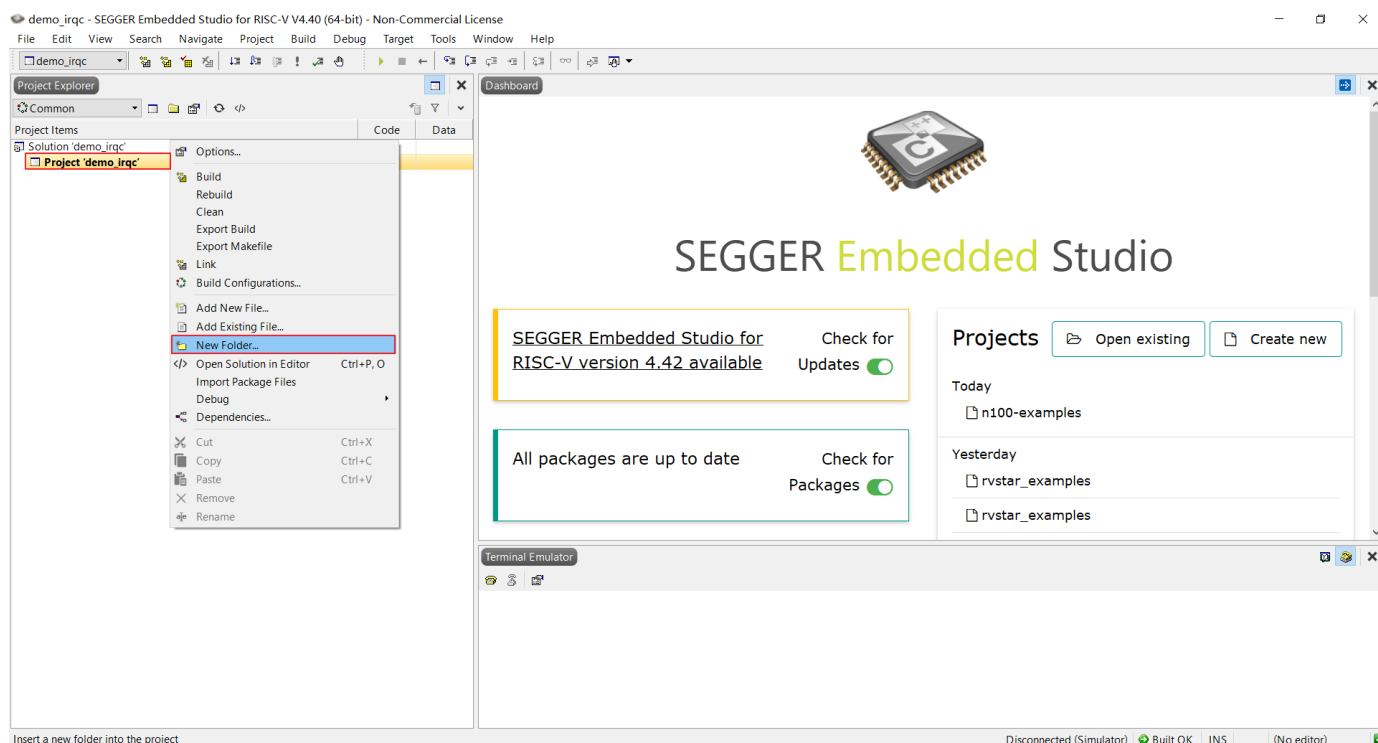

图 2-10 向工程添加文件夹
- 在上一节新建的工程处右击打开右键菜单，选择 **New Folder**，如图 2-10 可以添加文件夹。